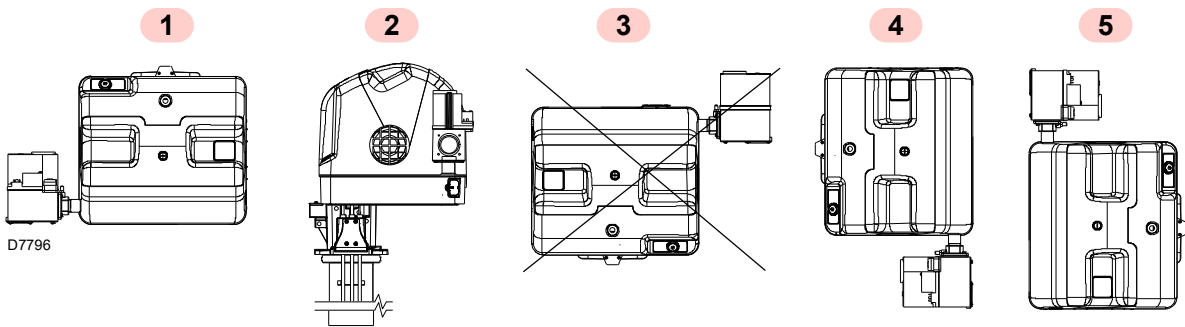

Fig. 13
- El quemador está preparado para funcionar exclusivamente en las posiciones 1, 2, 4 y 5 (Fig. 13).
- Todas las posiciones requieren la instalación de la válvula gas con las bobinas orientadas hacia arriba u horizontalmente (Fig. 13).